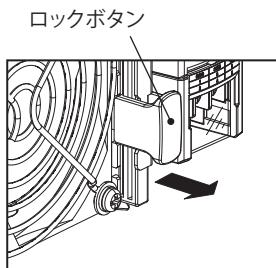

図5
- ロックボタンをカチッと音がするまで引っ張り、スライドのロックを解除してください。(図5)